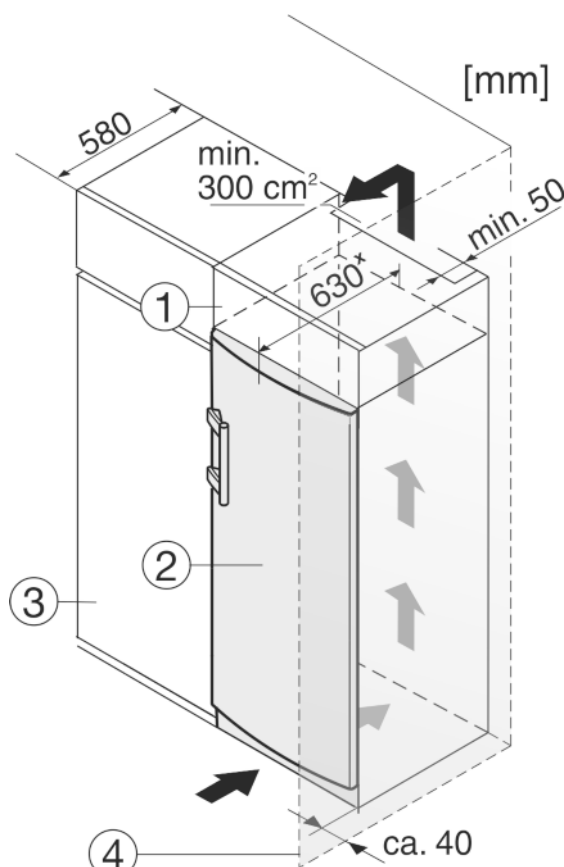

Fig. 11
- (1) Opbouwkast
- (2) Apparaat
- (3) Keukenkast
- (4) Wand
Het apparaat Fig. 11 (2) kan worden ingebouwd in de keuken. Om het apparaat aan de hoogte van het keukenblok aan te passen, kunt u er een passende opbouwkast Fig. 11 (1) op plaatsen.
Bij een ombouw met keukenkasten (diepte max. 580 mm) kan het apparaat direct naast de keukenkast Fig. 11 (3) worden geplaatst. Het apparaat steekt aan de zijkant 34 mm* en in het midden 50 mm* uit ten opzichte van het keukenkastfront.
Plaatst u het apparaat met de scharnierkant naast een muur Fig. 11 (4), dan moet de afstand tussen apparaat en muur minstens 40 mm bedragen. Dit in verband met het uitsteken van de deurgreep bij een geopende deur.